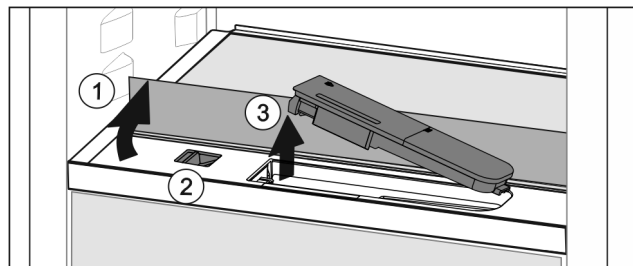

Fig. 57
- ▶ Podnieść płytę szklaną i złożyć ją z powrotem, aż do oporu Fig. 57 (1).
- ▶ Przesunąć suwak Fig. 57 (2) w lewo.
- ▶ Wyjmowanie zbiornika wody Fig. 57 (3).